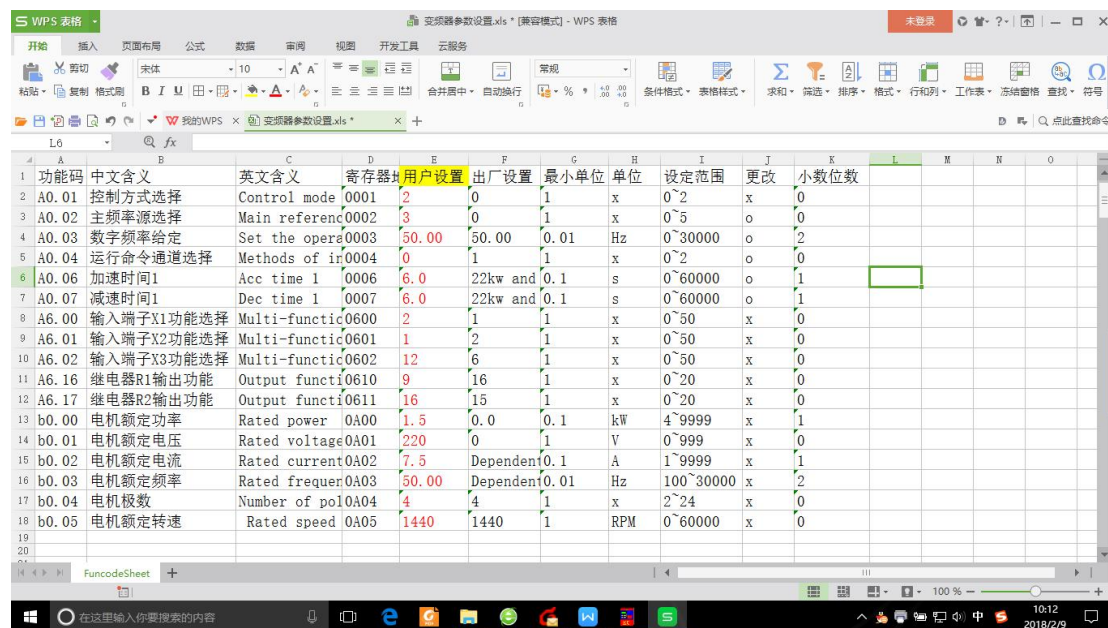

图 11
- 3、对 Excel 进行删减，并在用户设置栏进行设置，如下图 11